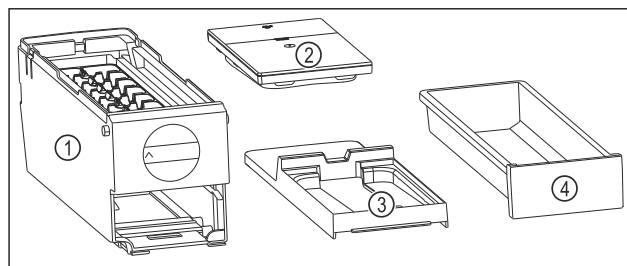

Fig. 173 Componenti dell'EasyTwist-Ice
- L'EasyTwist-Ice è scomposto in quattro parti. (vedere Fig. 173)
- Smontare l'EasyTwist-Ice scomponendo solo gli elementi rappresentati in figura. (vedere Fig. 173)
- Pulire l'intero corpo dell'EasyTwist-Ice Fig. 173 (1).